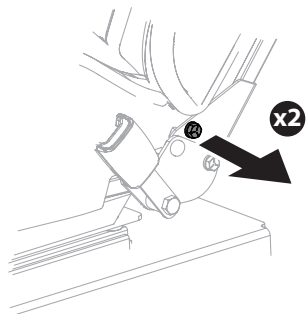

Figure 9
2. Retirez les deux vis (un côté droit, un côté gauche) fixant le siège en position de transport (Figure 9).